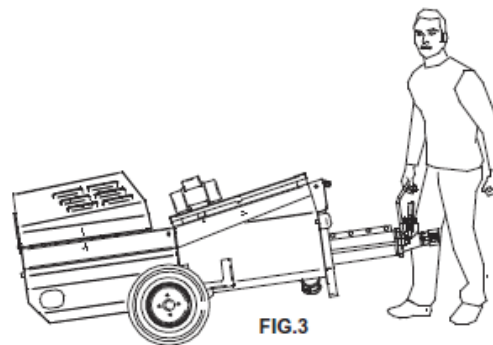

FIG.3
8. TRANSPORTABILITÉ (fig.3), LEVAGE (fig.4), REMORQUAGE (option fig.5)
⚠ - Attention ! Pour le levage de la machine, n'utiliser sous aucun prétexte des points d'accrochage différents de ceux indiqués sur la figure 3.